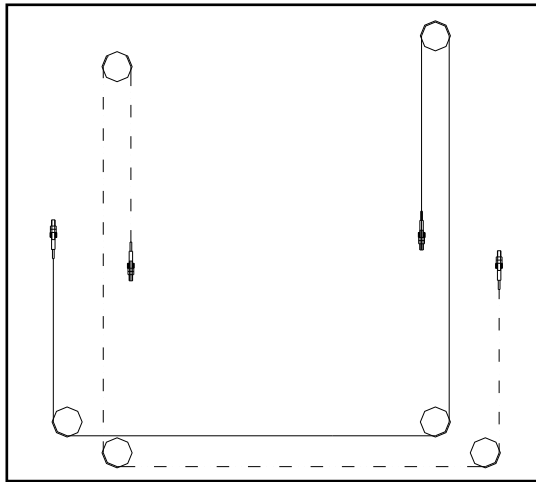

Abb. 29
- ◆ Installieren Sie das Balancekabel gemäß Abb. 29. Das Kabel kann auch vor der Befestigung beider Säulen durch das Loch in der Platine gekreuzt werden.